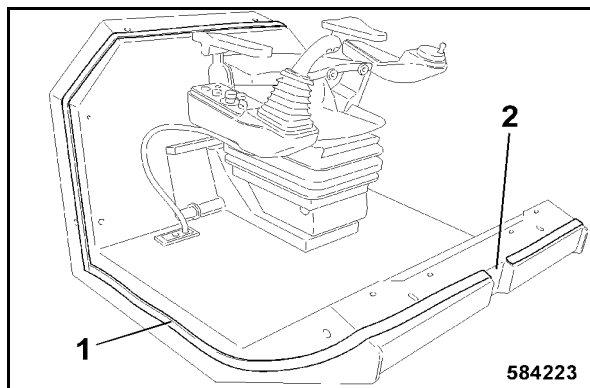

Fig. 207
- Coller la bande d'étanchéité 1 (Fig. 207) tout autour du poste de conduite.
- Ne pas coller de bande d'étanchéité sur l'ouverture avant du poste de conduite (2), elle sert à l'entrée d'air pour l'aération de la cabine.